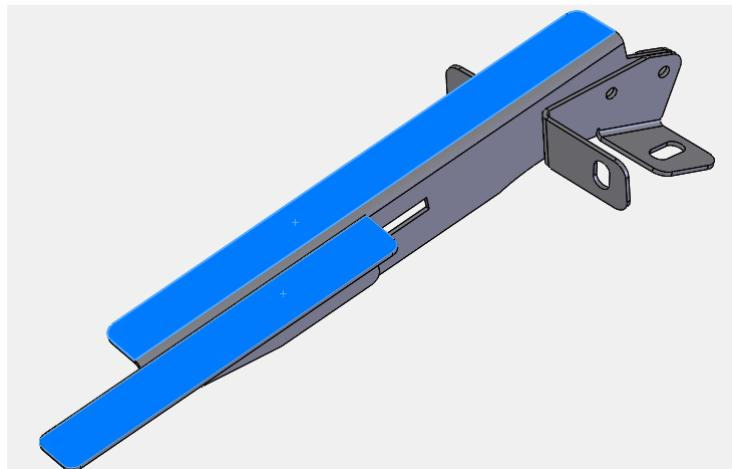

Figura 5: Caras del soporte al que se aplica silicona (Lado del piloto mostrado)
9. Aplique una generosa cantidad de silicona a la superficie de montaje en los soportes externos, como se muestra en la Figura 5.